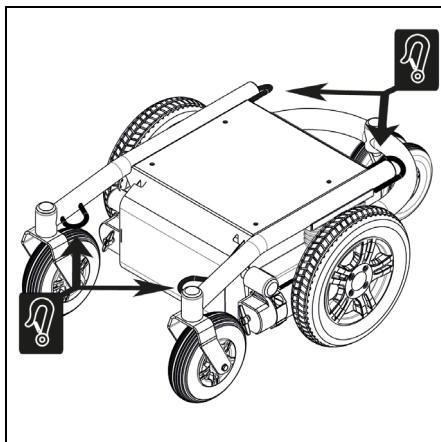

Figure 7.1
Les fauteuils roulants électriques sont trop lourds pour être soulevés. Utiliser des plaques métalliques pour faire monter le fauteuil roulant dans le véhicule. Une fois dans le véhicule, le fauteuil doit être arrimé aux points de fixation prévus à cet effet (figure 7.1). Utiliser à cet effet un système d'arrimage homologué ISO 10542 convenant pour le poids total du fauteuil roulant.
- Utiliser les quatre points de fixation (fig. 7.1)